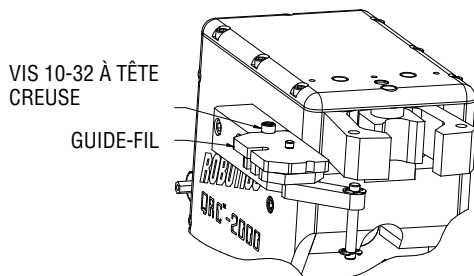

Figure 9: Emplacement de la Vis 10-32 à Tête Creuse
- B. Desserrer la vis 10-32 à tête creuse qui se trouve sur le dessus du dispositif QWT-3 jusqu'à ce que le guide-fil puisse être déposé. Voir la Figure 9.